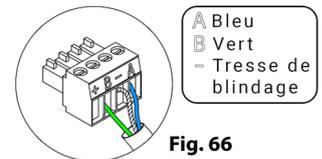

Fig. 66
Pour la connexion au bus unité de la platine centrale (2), vous disposez de 1 borne à 5 broches. Fixez les câbles à l'aide des vis de la borne, en respectant le code couleur (Fig. 66).